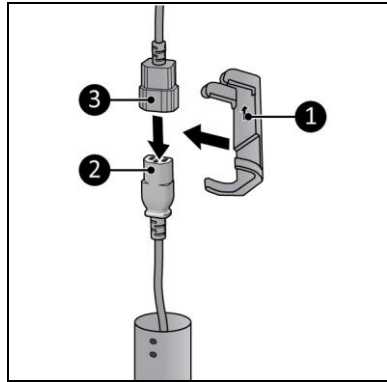

Figure 5
4. Branchez la fiche femelle (figure 5, pos. 2) sur la fiche mâle du capot chauffant (figure 5, pos. 3).
5. Verrouillez cette connexion avec le dispositif de serrage (figure 5, pos. 1). Assurez-vous que la flèche est orientée vers le capot chauffant.